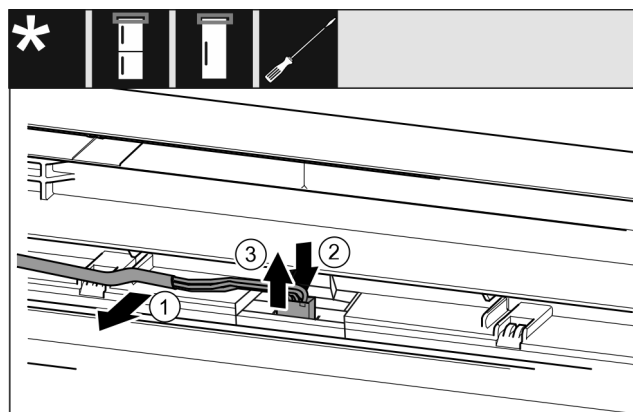

Fig. 20
- ▶ Šedý kabel opatrně uvolněte z vedení ve dveřích. Fig. 20 (1)
- ▶ Zatlačte lamelu za zástrčkou směrem dozadu. Fig. 20 (2)
- ▶ Zástrčku opatrně vytáhněte směrem nahoru. Fig. 20 (3)